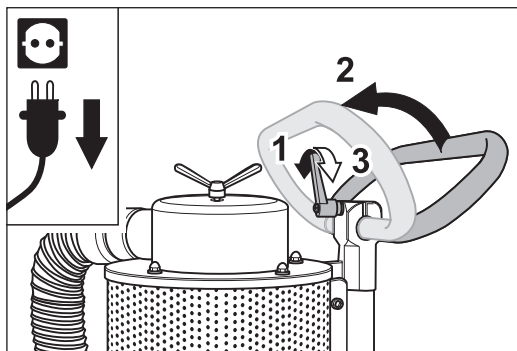

Abb. 4 Am Fahrgestell den Klemmhebel lösen (1), den Haltebügel nach vorne umlegen (2) und den Klemmhebel wieder festziehen (3).
- 2 Lösen Sie am Fahrgestell den Klemmhebel des Haltebügels (Abb. 4, 1). Legen Sie den Haltebügel nach vorne um (Abb. 4, 2) und ziehen Sie den Klemmhebel wieder fest (Abb. 4, 3).